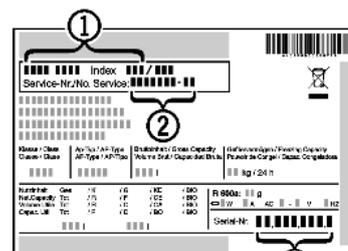

Fig. 37
- ▶ Leggere la denominazione dell'apparecchio Fig. 37 (1), il n° assistenza Fig. 37 (2) e il n° di serie Fig. 37 (3) sulla targhetta identificativa. La targhetta identificativa è situata all'interno dell'apparecchio, sul lato sinistro.
- ▶ Informare il servizio di assistenza e comunicare il difetto, la denominazione dell'apparecchio Fig. 37 (1), il n° assistenza Fig. 37 (2) e il n° di serie Fig. 37 (3).